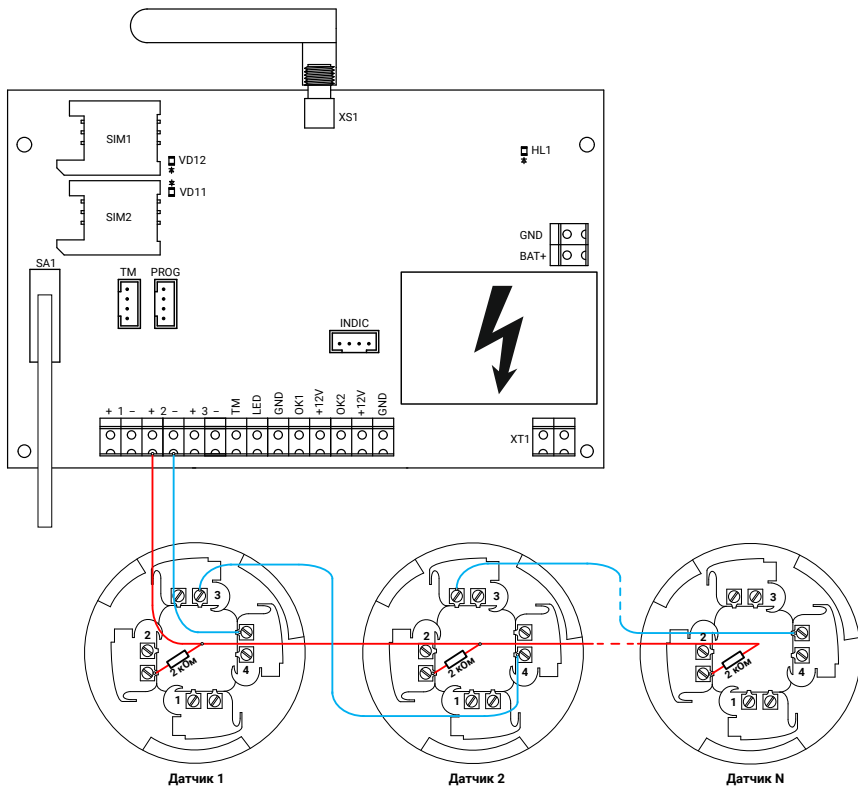

Рисунок 10. Схема подключения пожарных шлейфов
*Подключение пожарных датчиков рекомендуется производить с использованием резисторов номиналом 2 кОм (см. рис. 10).*